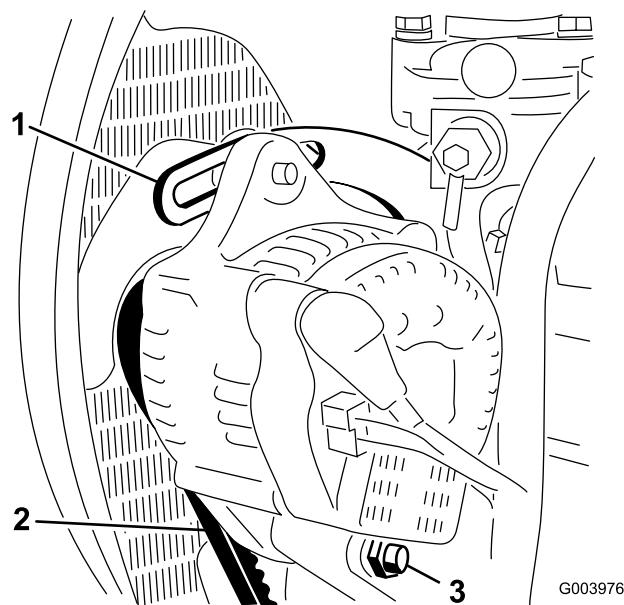

Figura 60
2. Controllate la tensione della cinghia dell'alternatore premendola (Figura 60) al centro tra le pulegge dell'alternatore e dell'albero a gomito con una forza di 10 kg.
3. Allentate il bullone che fissa il supporto al motore (Figura 60), il bullone che fissa l'alternatore al supporto ed il bullone di rotazione.